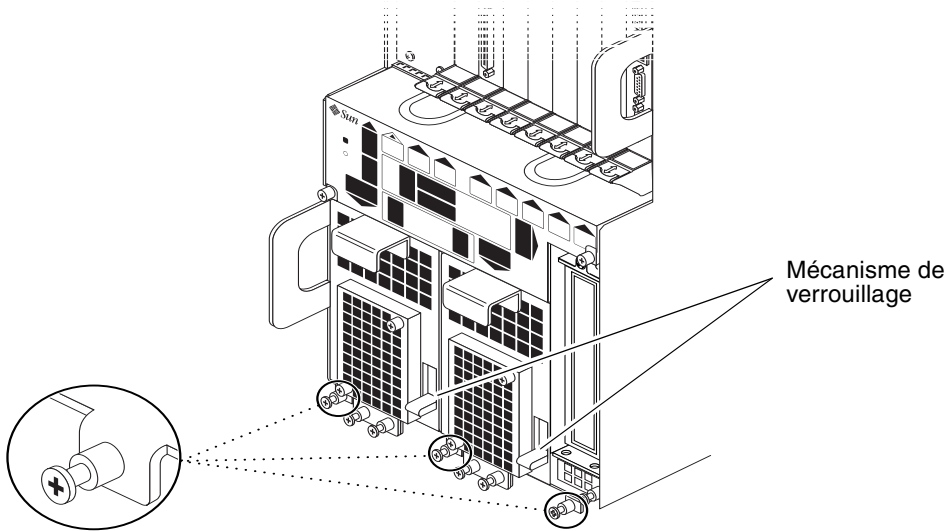
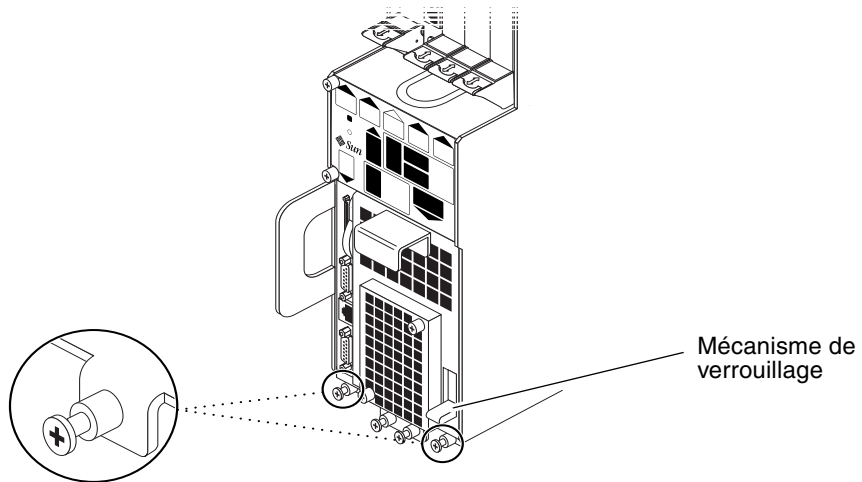

FIGURE 3-9 Serrage des vis placées en bas du serveur Netra ct 800
FIGURE 3-10 Serrage des vis placées en bas du serveur Netra ct 400
- Si vous installez un serveur Netra ct 800, serrez les *trois* vis imperdables noires placées en bas du serveur (FIGURE 3-9).
- Si vous installez un serveur Netra ct 400, serrez les *deux* vis imperdables noires placées en bas du serveur (FIGURE 3-10).
La FIGURE 3-9 illustre l'emplacement du mécanisme de verrouillage des deux unités d'alimentation dans le serveur Netra ct 800, la FIGURE 3-10 indique l'emplacement du mécanisme de verrouillage de l'unique unité d'alimentation du serveur Netra ct 400. Assurez-vous que les *deux* unités d'alimentation sont verrouillées si vous installez un serveur Netra ct 800.